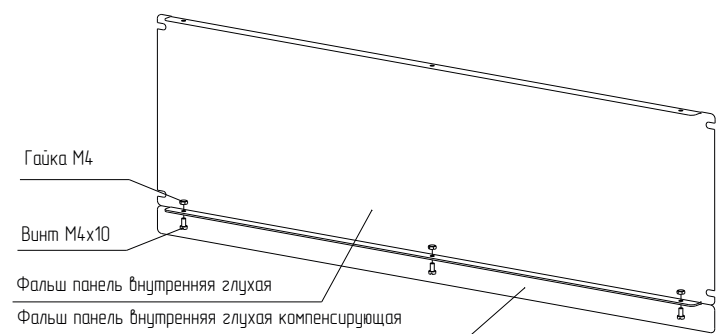

Рисунок 22
4.11.2 Закрепите фальш-панель внутреннюю глухую компенсирующую к фальш-панели внутренней глухой винтами М4×10 и гайками М4 в соответствующие отверстия (рисунок 22). Момент затяжки 1,5 Н·м. Винты и гайки в комплект не входят.